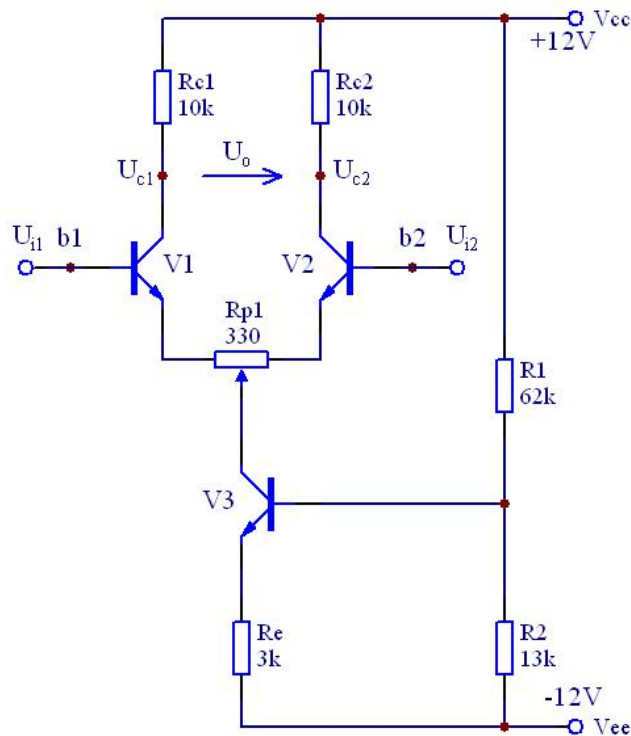

图 5.1 差动放大原理图
1. 计算图 5.1 的静态工作点(设  $r_{bc}=3k$ ,  $\beta=100$ )及电压放大倍数。
2. 在图 5.1 基础上画出单端输入和共模输入的电路。
实验电路如图 5.1 所示
1. 根据实测数据计算图 5.1 电路的静态工作点, 与预习计算结果相比较。